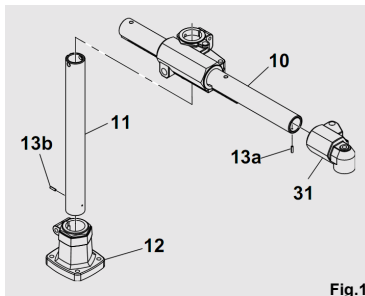
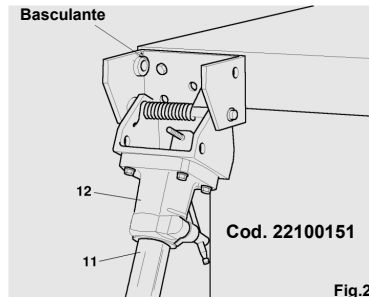

Fig.1
Fig.2
No caso de o suporte ser montado sobre um eventual **“Basculante”** (veja Fig.2), o sistema de segurança **Elastic Pin System**, através da ficha (13b) (veja Fig.1) faz com que o tubo vertical (11) não se desenfie da base (12), mesmo que a maçaneta não tenha sido bloqueada.
O mesmo sistema de segurança é aplicado ao tubo horizontal (10) (veja Fig.1), onde o enganche (13a) impede que a pipeta deslize para fora do tubo.